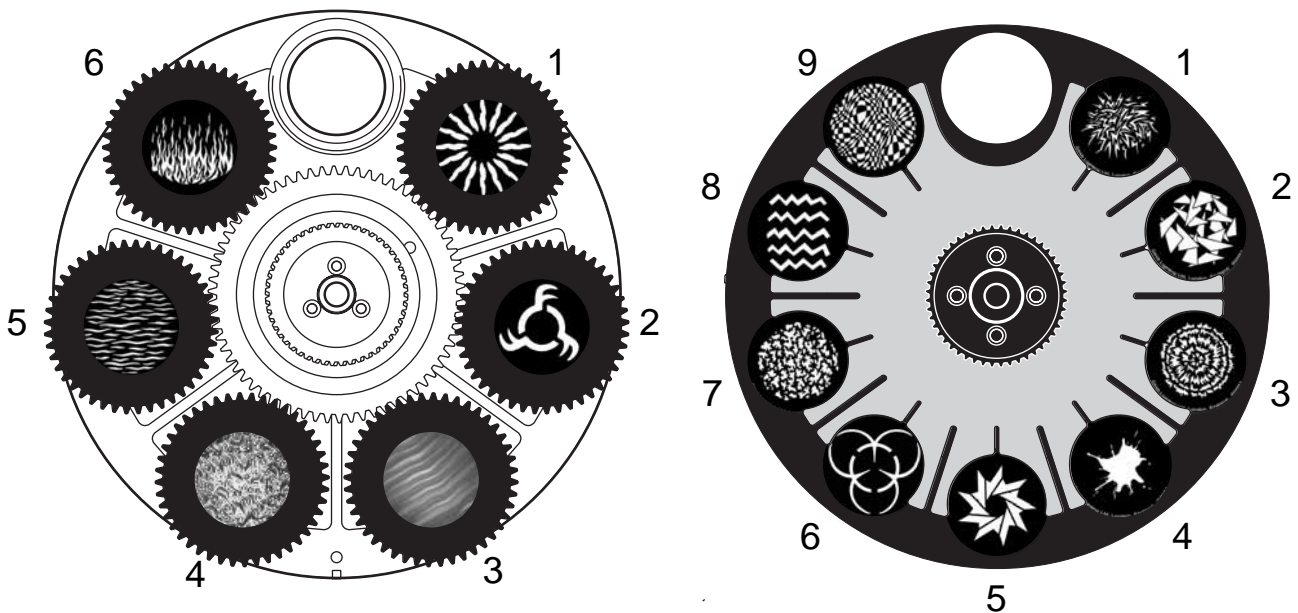

Bild 9: Goboräder, von der Frontlinse gesehen
Das Goborad 1 ist mit 6 Gobos bestückt. Das Goborad 2 ist mit 9 festen Gobos bestückt. Die Werksbestückung ist in Bild 9 dargestellt. Alle Gobos sind unter Berücksichtigung der folgenden Einschränkungen austauschbar:
- 4 Schieben Sie das Gobo unter Beachtung der Orientierung (siehe Bild 9) unter die Haltefeder. Richten Sie das Gobo zentrisch zur Goboposition aus.